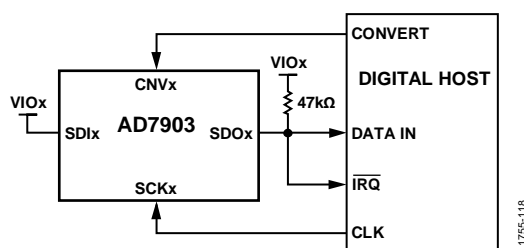
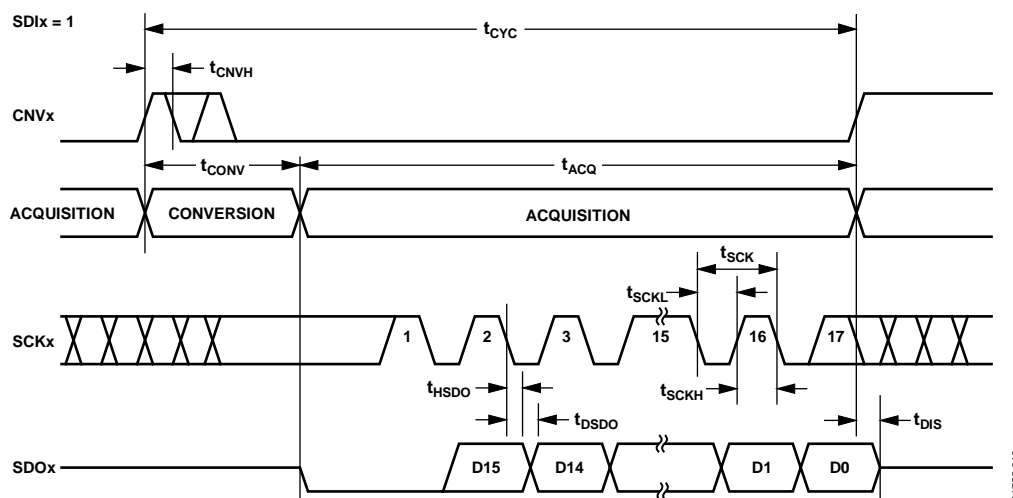
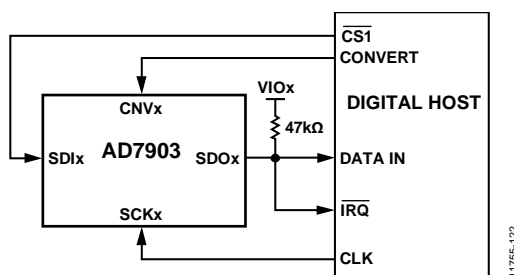
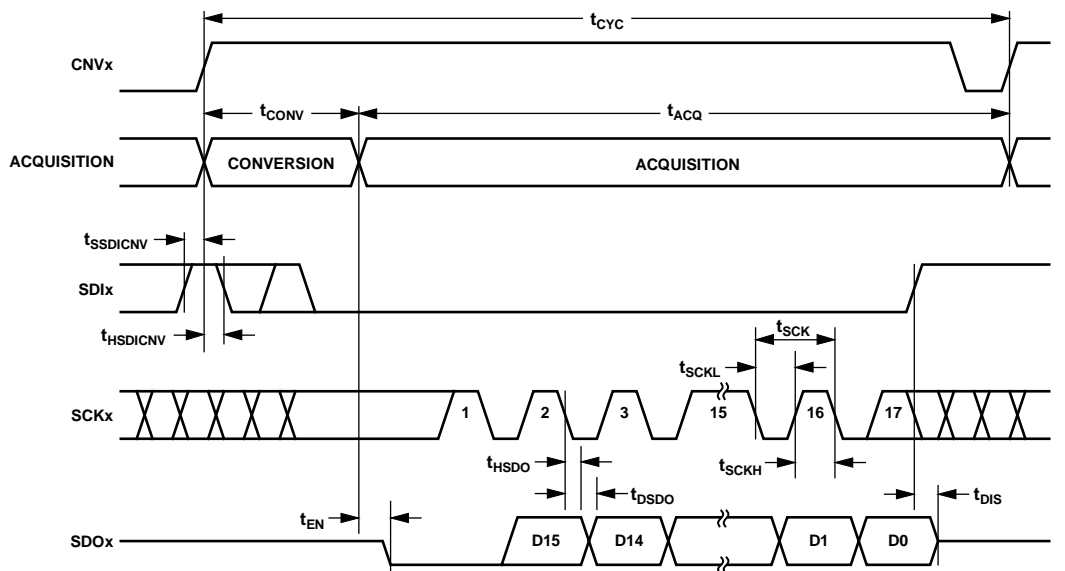

图41. \overline{CS} 模式(三线式接口且有繁忙指示)连接图(SDIx高电平)
图42. \overline{CS} 模式(三线式接口且有繁忙指示)串行接口时序(SDIx高电平)
图45. \overline{CS} 模式(四线式接口且有繁忙指示)连接图
图46. \overline{CS} 模式(四线式接口且有繁忙指示)串行接口时序
- \overline{CS} 模式下，如果ADC转换结束时CNVx或SDIx为低电平(参见图42和图46)。
连接图如图41所示，相应的时序如图42所示。
连接图如图45所示，相应的时序如图46所示。